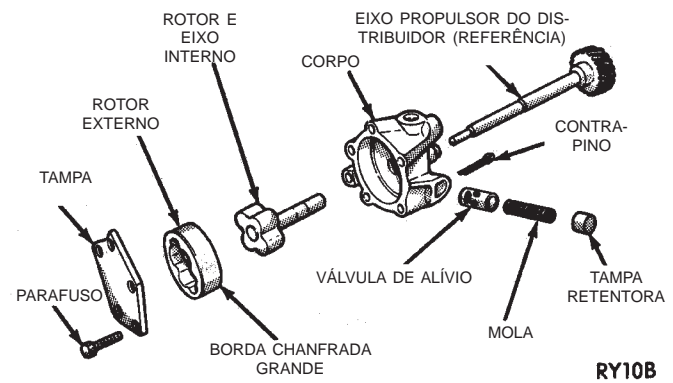

Fig. 69 Bomba de Óleo
- (2) Remova a tampa da bomba de óleo (Fig. 69).
- (3) Remova o rotor interno e externo da bomba com o eixo (Fig. 69).
- (4) Lave todas as peças em um solvente apropriado e inspecione cuidadosamente se há dano ou desgaste.